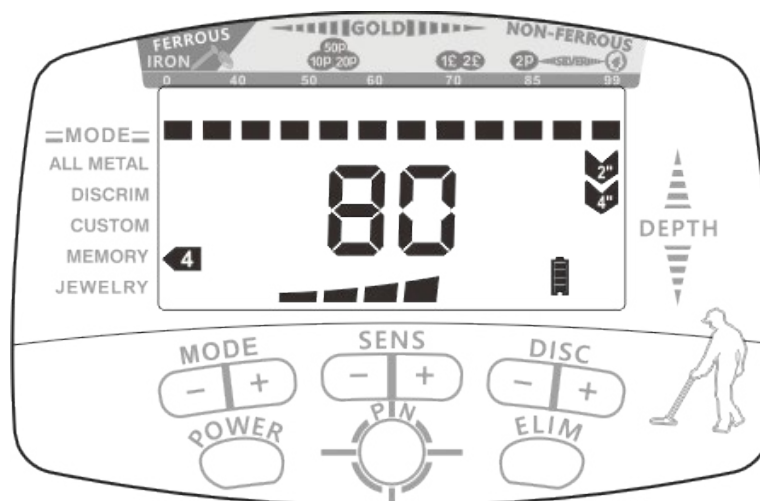

Fig.14 Test sous le mode MEMORY
1. Appuyez encore un fois sur le bouton **MODE +**, le voyant avec le chiffre 4 à côté de **MEMORY** et les voyants d'identification en forme de ■ seront allumés. Ceux de catégories de métaux en forme de ▲ seront éteints (Voir Fig. 14).